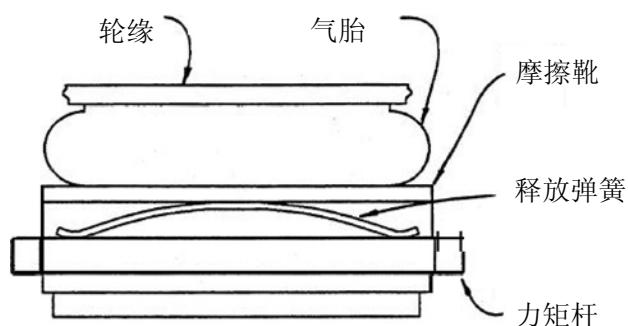

图 15
- 4.7.5 在侧板上的每个配合孔内安放一根力矩杆。将摩擦片组件滑上力矩杆，并小心地将释放弹簧（51VC1600、60VC1600 和 66VC1600 离合器在每个腔中都有两个释放弹簧）敲入正确位置。要确保弹簧靠在与摩擦片相对的力矩杆上。而且，弹簧必须与力矩杆两点接触而不是一点接触。见图 15。